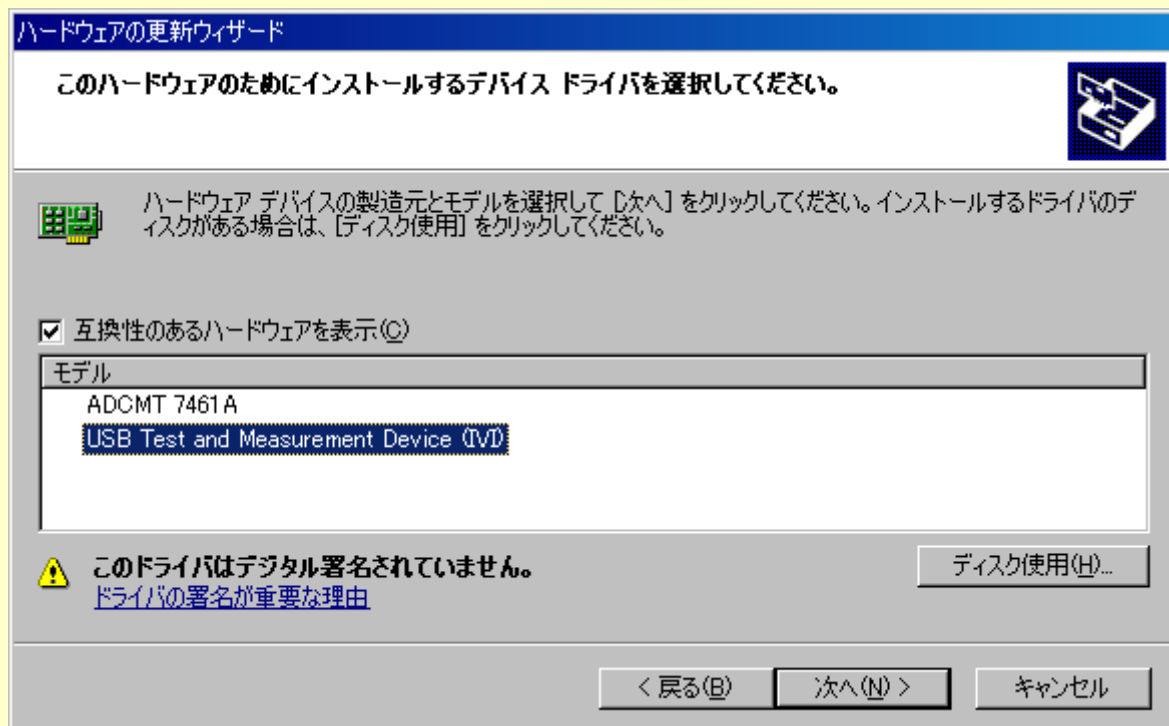

図 2-7
- ⑥ モデルから「USB Test and Measurement Device」を選択して「次へ(N)>」を押します。(図 2-7)